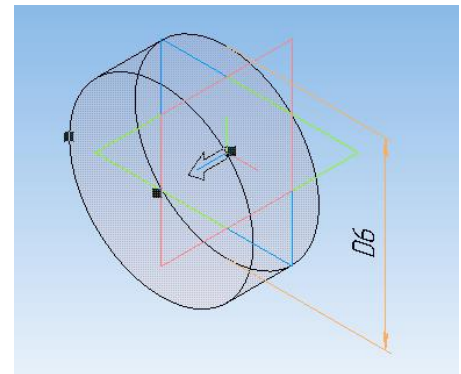

Рисунок 36.
2. Из начала координат выполните окружность диаметром **D6** (рисунок 36) согласно вашему варианту.